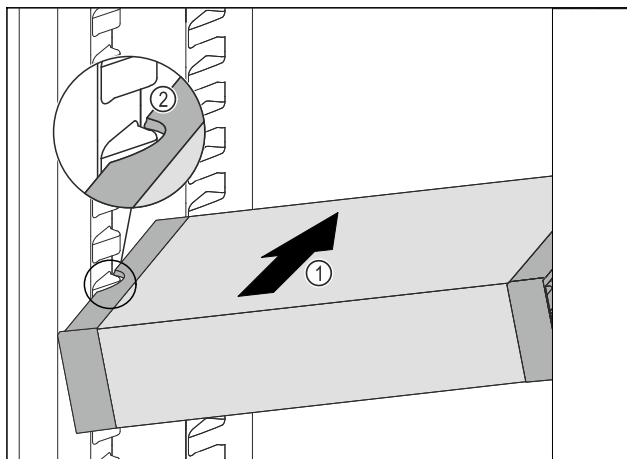

Fig. 84
- VarioSafe schuin in het koelgedeelte schuiven Fig. 84 (1), tot de uitsparingen aan de zijkant Fig. 84 (2) van de VarioSafe op de hoogte van de rib in het koelgedeelte zitten.